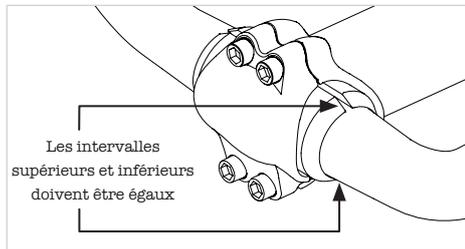

Figure 2
3. Positionnez les cales de manière à ce que l'espace entre les cales soit perpendiculaire aux boulons de serrage. Maintenez un intervalle régulier entre les pièces de la cale. (figure 2)